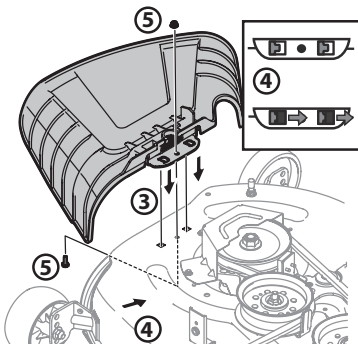

Figura 9
3. Coloque el deflector del canal en la plataforma, asegúrese de insertar las lengüetas de dicho deflector en los orificios de la plataforma. Consulte la Figura 9.
4. Deslice el deflector del canal hacia la parte posterior del tractor hasta que el orificio del perno que está en el deflector del canal quede alineado con el orificio de la plataforma. Consulte la Figura 9.